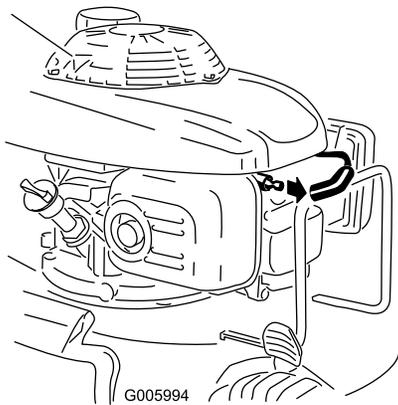

Figure 33
2. Débranchez la bougie (Figure 33) avant de procéder à un quelconque entretien.
2. Débranchez le fil de la bougie (Figure 33).